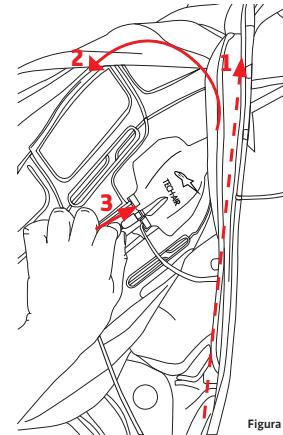

Figura 8
**Suggerimento:** Quando il Tech-Air® Race Airbag System è installato in una tuta in tuta, la porta Micro USB è facilmente accessibile aprendo una delle cerniere della tuta (1) e sollevando il Vest parzialmente verso l'esterno (Vedi figura 8).
Suggerimento: È più facile accedere all'interruttore principale (8) aprendo una delle cerniere di fissaggio del Gilet (1) e sollevando parzialmente il Gilet fuori dalla tuta (Vedi figura 8). Dopo l'accensione dell'interruttore generale, la cerniera di fissaggio del gilet deve essere naturalmente ricollegata.